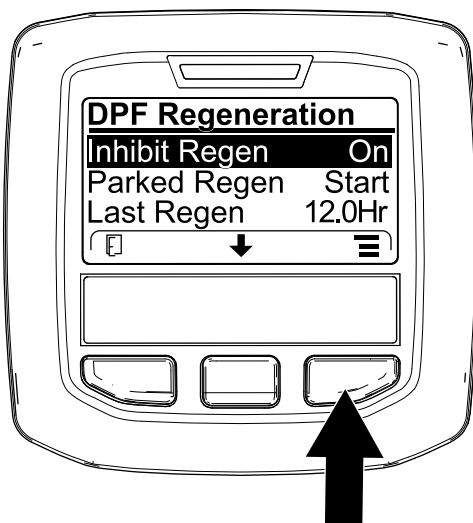
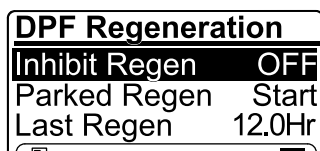

Figure 39
Figure 40
1. Ouvrez le menu Régénération du FAP, appuyez sur le bouton central pour naviguer jusqu'à l'option INHIBIT REGEN et appuyez sur le bouton droit pour la sélectionner (Figure 39).
2. Appuyez sur le bouton droit pour faire passer le paramètre Inhibit Regen de On à Off (Figure 39) ou inversement (Figure 40).